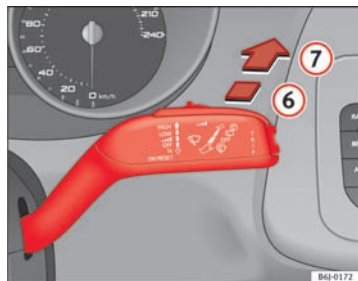

Fig. 66 Betjeningsarm til viskere og sprinklere: bagrudevisker
- Tryk armen fremad i hak ⑥ ⇒ Fig. 66. Viskeren kører ca. hvert 6. sek.
- Tryk armen helt fremad i position ⑦ ⇒ Fig. 66. Sprinkleranlægget og viskeren arbejder samtidig. Når du holder armen i denne position, er både bagrudeviskeren og sprinkleranlægget i gang.